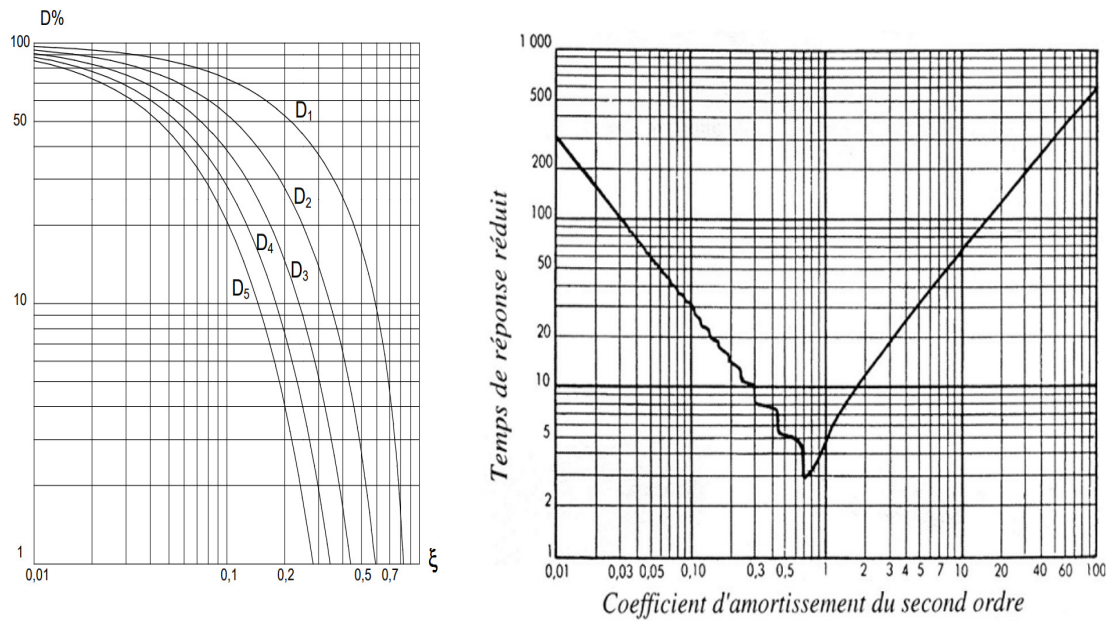

FIGURE 15 – Abaques du système 2^{ème} ordre
C.4.3- À partir des abaques Figure.15 (**document Annexe 2** page 14), déterminer la valeur du temps de réponse $tr_5\%$ du système bouclé et les valeurs des dépassements $D_1\%$ et $D_2\%$.